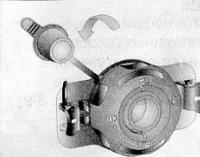

Fig 4
9. Вытащите колпачок, потянув за петельку. (Рис. 4).